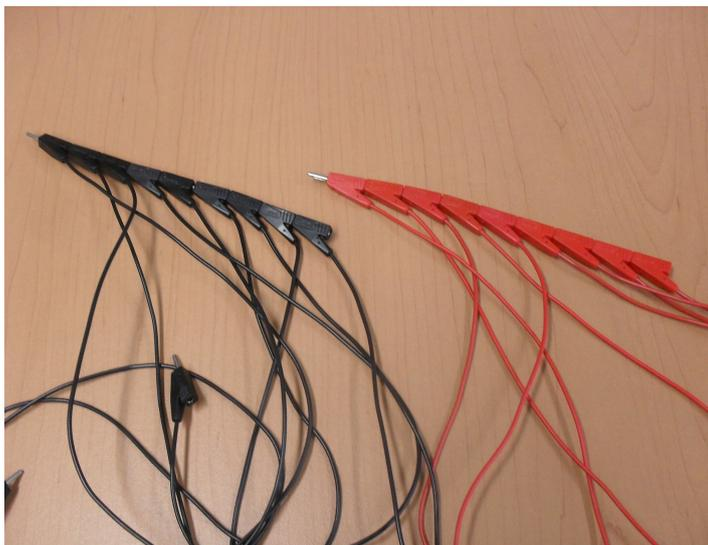

Figura 66: Cables
- Juego de cables, ver figura 66.